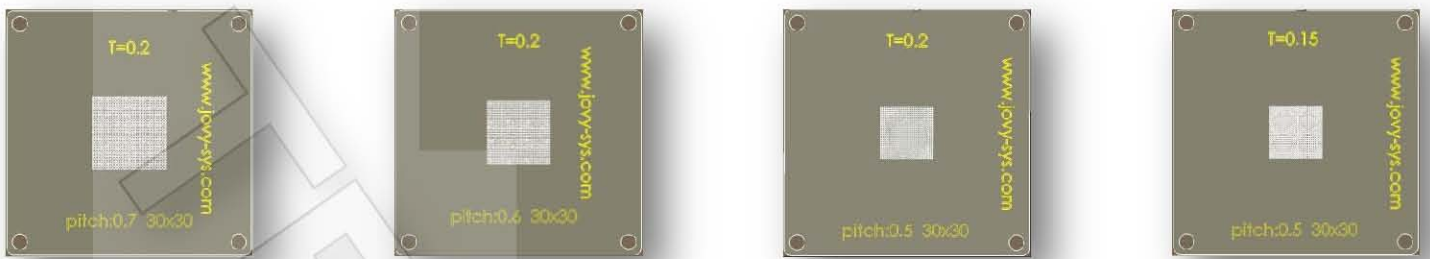

Рисунок 1
**JV-RMS** – универсальный набор для реболлинга, включающий 12 трафаретов для большинства видов и типоразмеров корпусов микросхем, шага выводов и их конфигурации (см. рис. 1 и табл. 1).